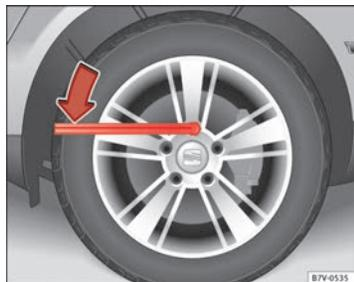

Fig. 183 Cambio de rueda: afloje los tornillos de la rueda.
- Introduzca la llave de la rueda hasta el tope en el tornillo ⇒ fig. 183.